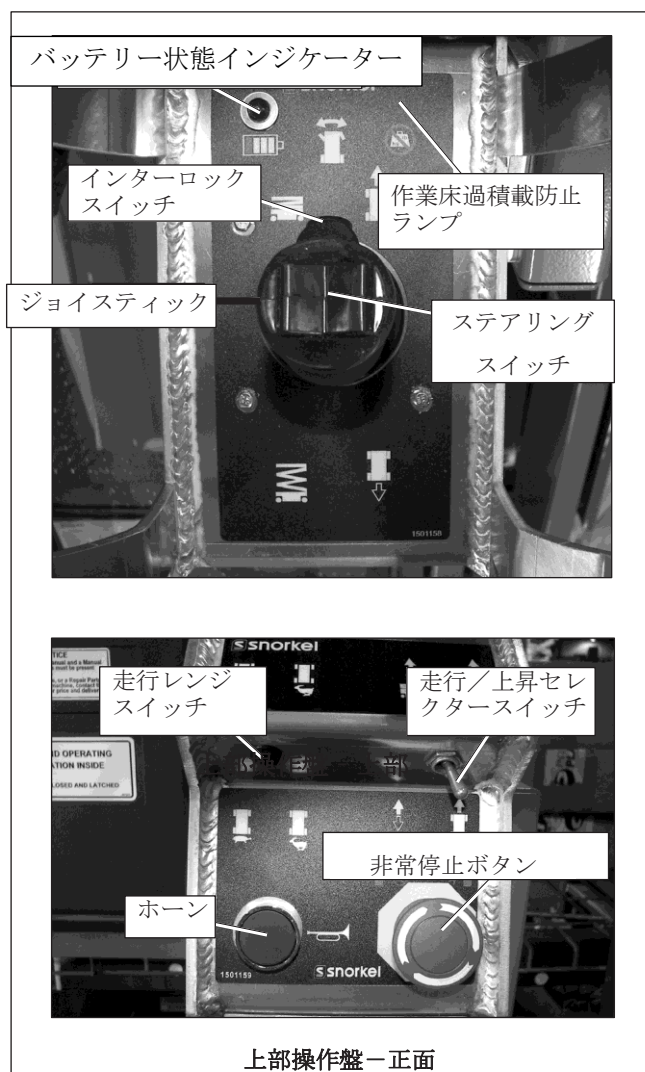

図9.2 - 上部操作盤
5. 上部操作盤で、非常停止ボタンを引き出します（図9.2を参照）。
1. 走行／上昇セレクトスイッチ（図9.2を参照）を、上昇位置にします。
1. 走行／上昇セレクタースイッチ（図9.2を参照）を、走行位置にします。